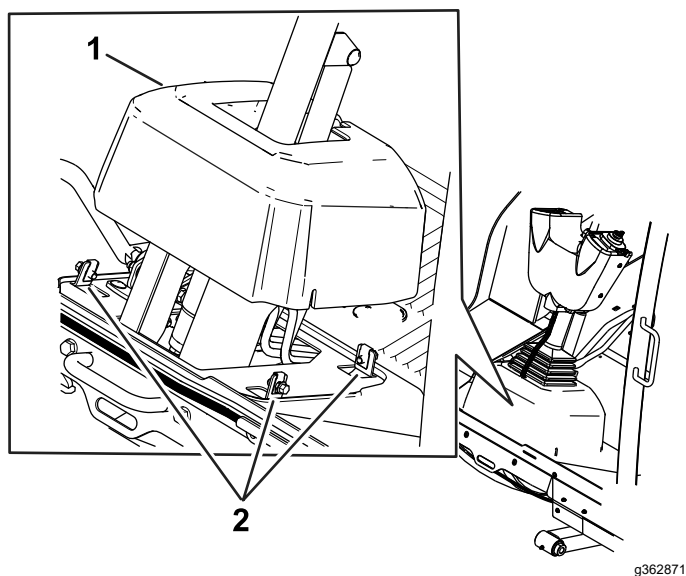

Figura 2
2. Allentate i bulloni attorno alla base del piantone di sterzo e sollevate la base verso l'alto (Figura 2).